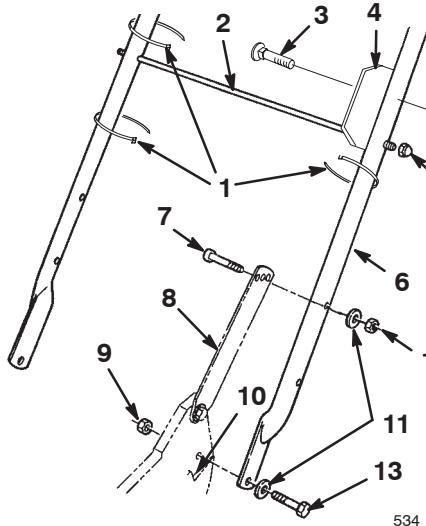

Figure 2
- Montez le guidon sur l'extérieur du carter de tondeuse (utilisez le trou inférieur), à l'aide de 2 boulons (5/16-18 x 1-1/4 pouce), rondelles et contre-écrous minces en nylon (Fig. 2).
- Fixez les pattes de verrouillage au guidon avec 2 boulons (5/16-18 x 1-1/2 pouce), rondelles et contre-écrous en nylon (Fig. 2).
- Insérez la tige de support du sac à herbe dans la plaque d'alignement et dans le deuxième trou en partant du haut du guidon. Serrez un contre-écrou borgne à chaque extrémité (Fig. 2).
- Insérez la vis de carrossier dans la plaque d'alignement du sac et le trou supérieur à gauche du guidon, puis fixez-la avec un contre-écrou borgne (Fig. 2).
- Fixez le câble de frein au guidon avec les attaches prévues (Fig. 2).